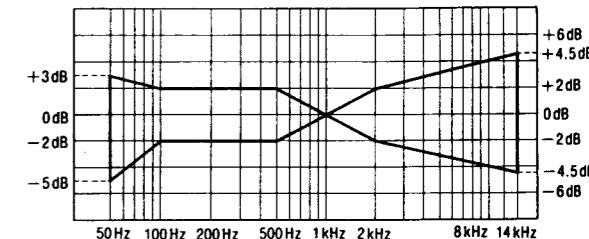

Abb. 9
6. Anschließend das auf der CrO₂-Leerband-Cassette (QZZCRX) und der Reineisenband-Leercassette (QZZCRZ) aufgezeichnete Signal auf 14kHz erhöhen und auf gleiche Weise justieren, wie vorgehend beschrieben. Dann überprüfen, ob der Frequenzpegel innerhalb des in Abb. 9 gezeigten Bereichs liegt.